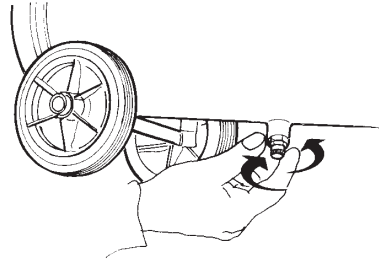

fig. 4
- controllare che il rubinetto di scarico condensa (fig. 4) posto sotto il serbatoio sia chiuso;
- Togliere il tappo scarico condensa con pressione all'interno del serbatoio (fig. 4).
Prima di effettuare qualunque tipo di intervento sul compressore, togliere la spina dalla presa di corrente e scaricare la pressione del serbatoio d'aria mediante il rubinetto scarico condensa (fig. 4), svitare con cautela per far uscire l'aria lentamente, in quanto potrebbero esserci dei residui metallici all'interno del serbatoio.
Scarico condensa (fig. 4)